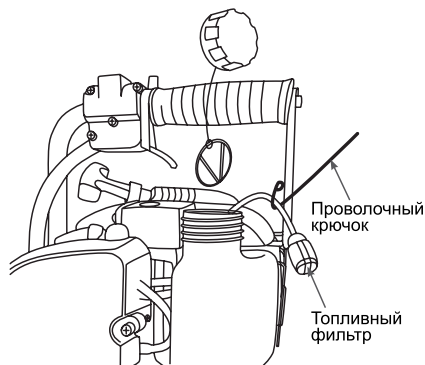

Рис. 6 Обслуживание топливного фильтра
- Зацепите крючком топливный шланг с фильтром и вытяните через заливную горловину (Рис. 6).